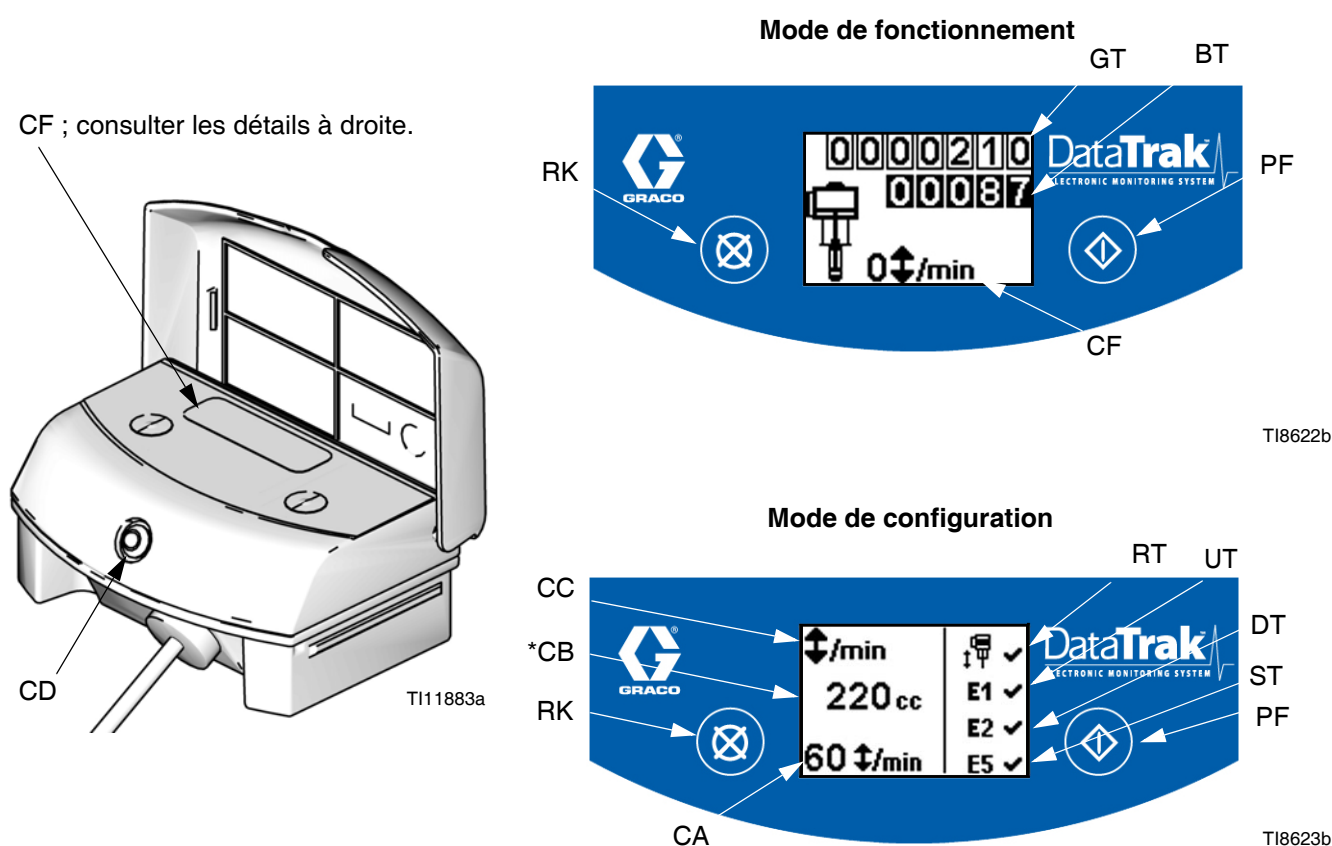

FIG. 31. Commandes et voyants du DataTrak
REMARQUE : Voir Fig. 31. L'écran (Y) s'éteindra après 1 minute d'inactivité en mode de fonctionnement ou après 3 minutes en mode de configuration. Appuyer sur n'importe quelle touche pour allumer l'écran. Le DataTrak continuera de compter les cycles lorsque l'écran est éteint.
1. Voir FIG. 31. Appuyer et maintenir 5 secondes sur  jusqu'à ce que le menu Setup (Configuration) apparaisse.
REMARQUE: En cas d'emballement, les codes d'erreur E1, E2, et E5 sont enclenchés et ✓ s'affiche sur l'écran de configuration. Voir FIG. 31.
1. Voir FIG. 31. Si la pompe s'emballe, l'électrovanne d'emballement s'enclenchera pour arrêter la pompe. La DEL (CD) clignotera et l'écran (CF) indiquera une condition d'emballement (voir le tableau 1). L'écran affichera une suite de six écrans d'instructions.
2. Écrans d'emballement 1 et 2 : pour réinitialiser l'électrovanne d'emballement, fermer la vanne d'air principale (AP). Attendre que l'air soit entièrement purgé du moteur pneumatique.
3. Écrans d'emballement 3 et 4 : Une fois l'air entièrement purgé, pousser sur le bouton de libération de l'électrovanne (J) pour réinitialiser la vanne d'air. Le bouton ressortira une fois la vanne d'air de nouveau comprimé.
5. Ouvrir la vanne d'air principale (AP) pour redémarrer la pompe.
REMARQUE: Pour désactiver la surveillance de la protection contre l'emballement, passer en mode de configuration et mettre la valeur d'emballement (CA) à 0 (zéro) ou désactiver (RT)  (voir FIG. 31).
1. Voir FIG. 31. Pour entrer en mode Amorçage/Rinçage, appuyer sur n'importe quelle touche pour activer l'écran, puis appuyer sur . Le symbole Amorçage/Rinçage apparaîtra dans
Voir FIG. 31. Le dernier caractère du totalisateur de lots (BT) représente les dixièmes de gallons ou de litres. Pour réinitialiser le totalisateur, appuyer sur une touche pour activer l'écran, puis appuyer sur  et maintenir enfoncé pendant 3 secondes.
Voir FIG. 31. L'écran (CF) s'éteindra après 1 minute d'inactivité en mode de fonctionnement ou après 3 minutes en mode de configuration. Appuyer sur n'importe quelle touche pour allumer l'écran.
Le DataTrak peut diagnostiquer plusieurs problèmes avec la pompe. Lorsque le dispositif de surveillance détecte un problème, la DEL (CD, voir FIG. 31) clignotera et un code de diagnostic apparaîtra sur l'écran. Voir le tableau 1.